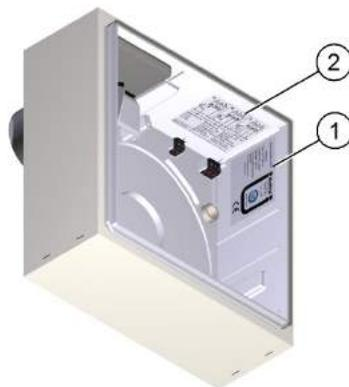

Рис. 7: место расположения таблички спецификации
- Поз. 1 на рис. 7 указывает на место расположения таблички спецификации.
- Поз. 2 на рис. 7 указывает на место расположения наклейки со схемой электрического подключения.